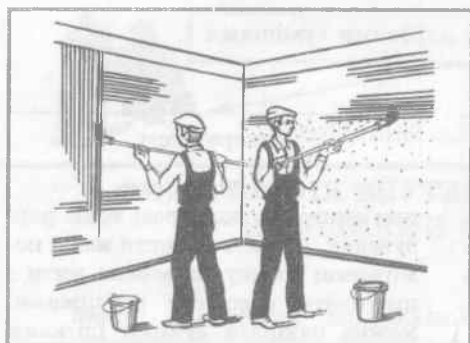

Рис. 26
- махову щітку – фарбування невеликих рівних ділянок (рис. 26).